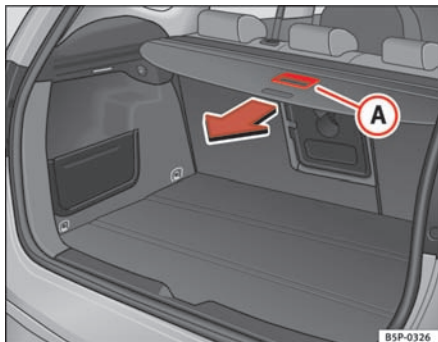

Fig. 120 Betjening af bagagerumsafdækning
- Tag fat i grebet **A**, og træk afdækningen bagud, indtil den går i hak ⇒ side 144, fig. 120.